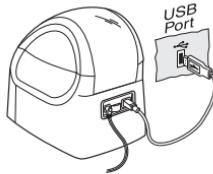

Figura 6
- 2 Cuando se le solicite durante la instalación del software, conecte el cable USB en un puerto USB de su ordenador que esté libre Ver Figura 6.